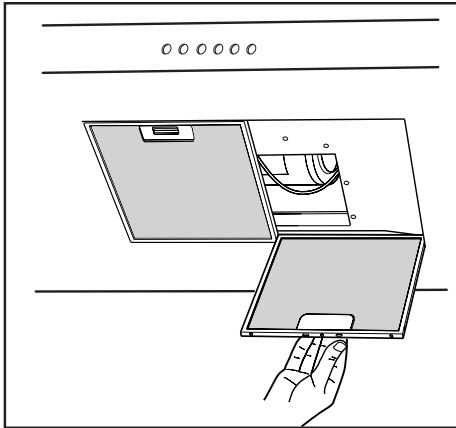

Fig.15
- La distance minimum entre la surface de support des récipients de cuisson sur le dispositif de cuisson et la partie la plus basse de la hotte pour cuisson doit être de 65 cm au moins (Fig.14a). S'il doit être utilisé un tuyau de connection composé de deux ou plusieurs parties, la partie supérieure doit être à l'extérieur de celle inférieure. Ne pas relier le tuyau d'échappement de la hotte à un conduit dans lequel circule de l'air chaud ou employé pour évacuer les fumées des appareils alimentés par une énergie différente de celle électrique. En vue d'une manœuvrabilité de l'appareil plus facile, avant d'exécuter les opérations de montage, déconnecter le filtre/les filtres anti-graisse (Fig.15). S'il s'agit d'une hotte aspirante, il faudra prévoir une ouverture pour l'évacuation de l'air.
-Si votre appareil est doté d'un conduit de fumées inférieur qui doit être fixé au corps de la hotte avec les vis, enlever les filtres anti-graisse de la hotte en intervenant sur les manilles correspondantes (Fig.15). Visser ensuite le tuyau du conduit de fumées inférieur depuis l'intérieur de la hotte, en utilisant les vis **P** (Fig. 13). Pourvoir enfin à replacer les filtres dans leur logement.